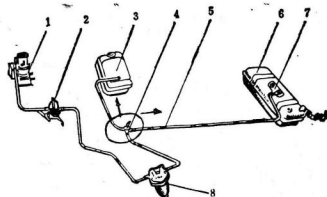
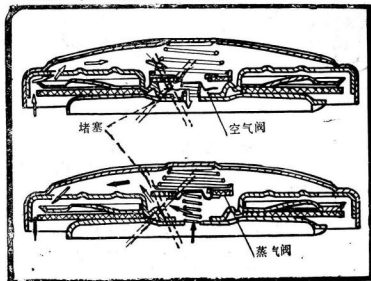

图1-1 装有双油箱汽车的供油泵
图1-2 油箱盖空气阀、蒸气阀堵塞
1. (图1-1) 油箱内无油, 油箱开关没有打开, 配有双油箱的汽车开关4方向搞错。油箱盖空气阀、蒸气阀堵塞, 大气空气不能进入、汽油蒸气泄不出去, 从而影响供油或中断供油(图1-2)。